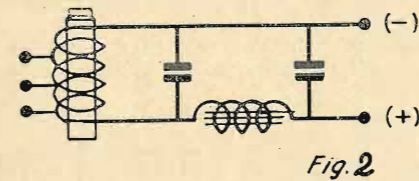

Fig. 2
**II CASO (Fig. 2). In parallelo come potenziometro.** — Per chi ha bisogno di poche tensioni intermedie e non può